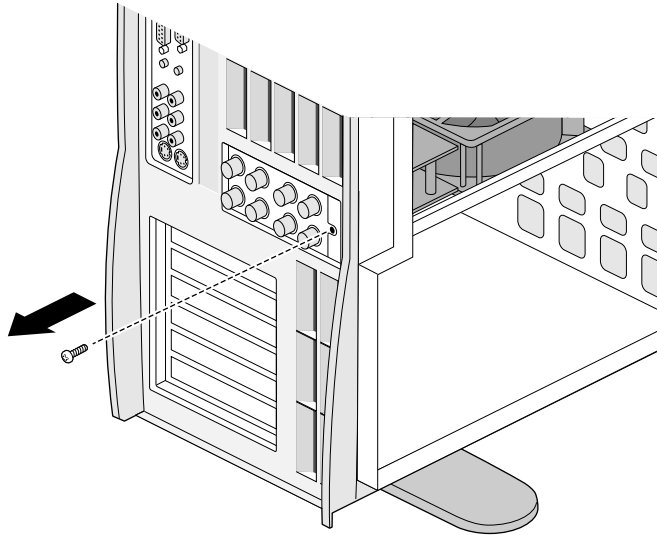

Figure 5-21 Retrait de la vis de la carte Silicon Graphics SD1100
5. Placez-vous derrière le système et repérez le panneau de protection E/S de la carte Silicon Graphics SD1100 (voir Figure 5-21).